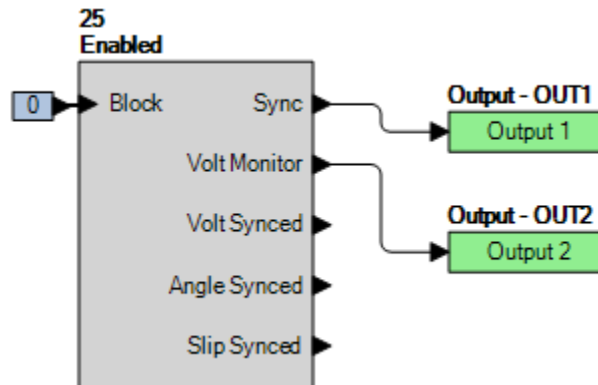

Figure 65-1. Paramètres BESTlogic*Plus* (25)
Étape 2 : Utilisez BESTCOMS*Plus* pour configurer la Logique programmable BESTlogic*Plus* illustrée dans la Figure 65-1.